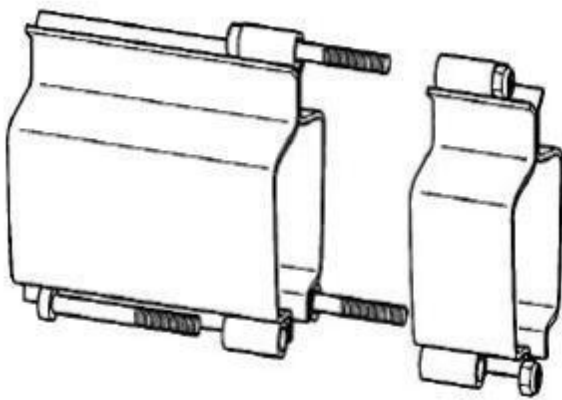

图7
- 应确保螺栓按照规定力矩可靠而均匀地拧紧。如果接头螺栓在一端比另一端拧得紧，轨道会发生弯曲；当悬挂几根轨道时，他们必须在同一水平面内成一直线。（见图 7）